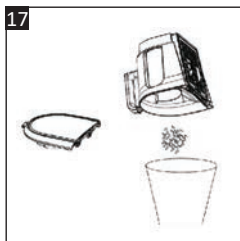

Fig. 17
2. Retire el depósito de polvo y vacíe el contenido primero (→ **VACIADO DEL DEPÓSITO DEL POLVO**). Fig. 17.